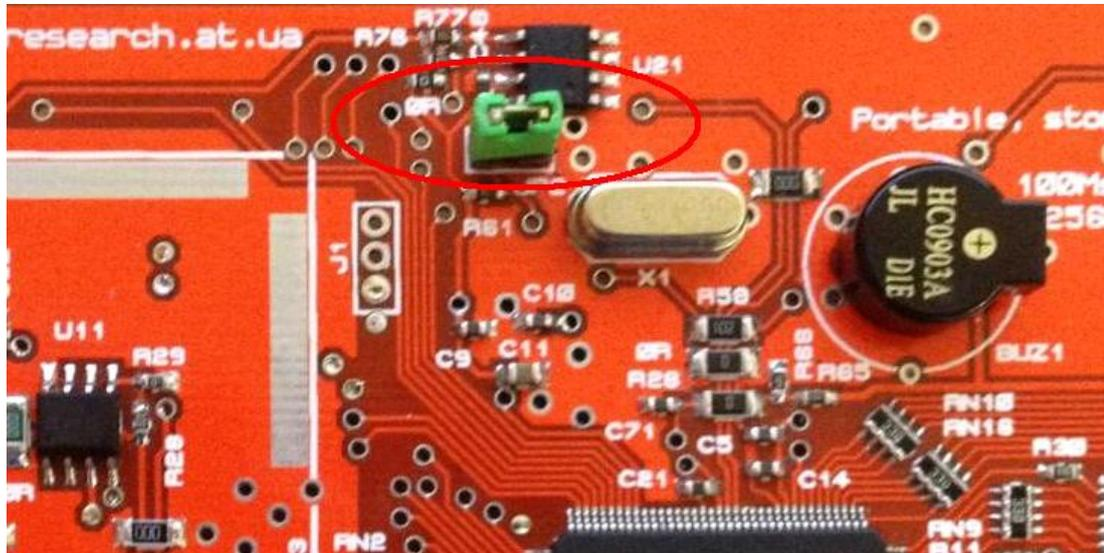

Рис.3 Переключатель JP2 для перевода STM32 в режим Boot Mode
3. Разомкнуть переключатель JP2 (Рис.3) на плате осциллографа для перевода микроконтроллера STM32F103 в режим программирования (boot mode).
14. Замкнуть переключку JP2 (Рис.3) на плате осциллографа для перевода микроконтроллера STM32F103 в обычный режим работы (normal mode).